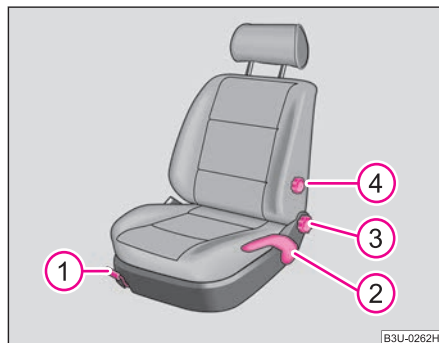

Fig. 54 Elementos de manejo en el asiento del conductor
- Tire de la palanca ① ⇒ fig. 54 hacia arriba, desplazando al mismo tiempo el asiento hasta la posición deseada.
- Suelte la palanca ① y desplace el asiento hasta que el enclavamiento encastre de forma audible.
- Si usted desea subir el asiento, tire de la palanca ② ⇒ fig. 54 hacia arriba o bombee.
- Si usted desea bajar el asiento, tire de la palanca ② hacia abajo o bombee.